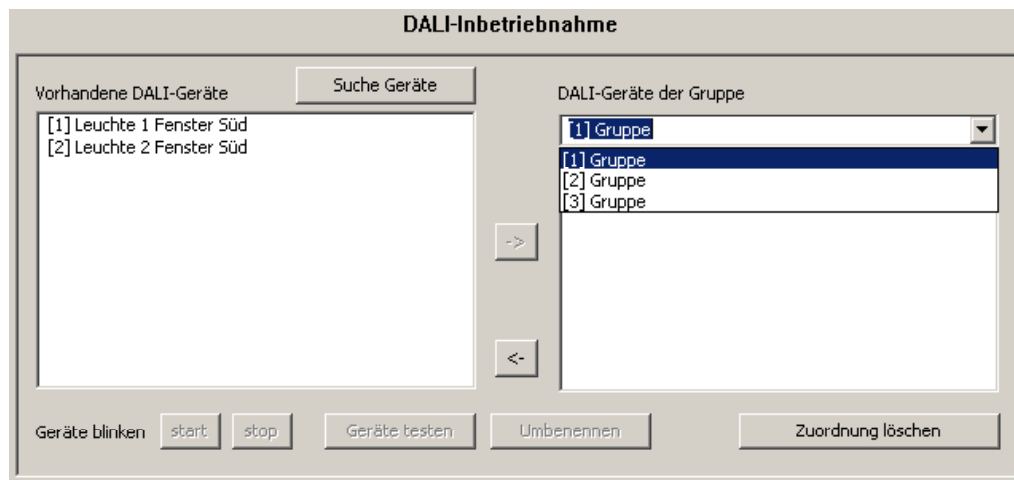

Bild 39: Gruppe auswählen
- Im rechten Teilbereich die erforderliche Gruppe auswählen, zu der Betriebsgeräte hinzugefügt werden sollen (vgl. Bild 39).